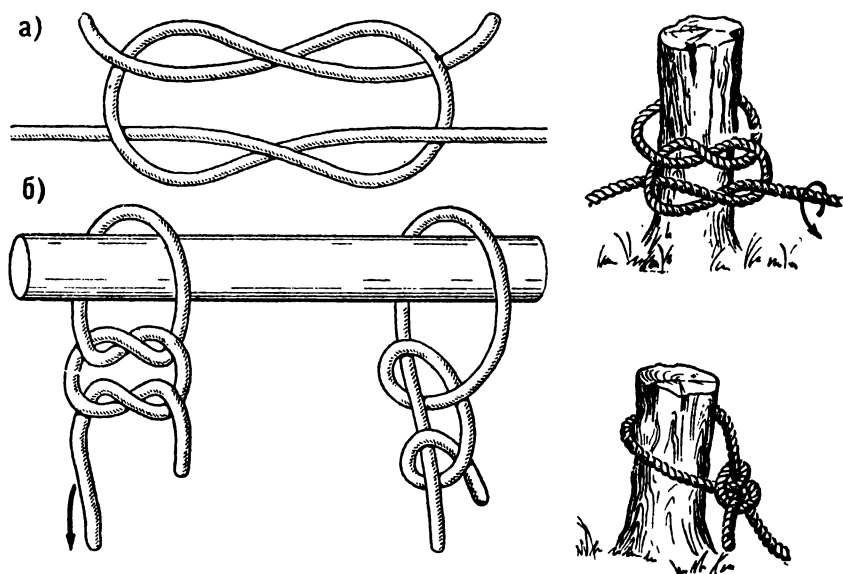

Рис. 23. Бабий узел:
**Бабий узел** (рис. 23). Оговоримся заранее, что этот узел автор поместил в книге умышленно, в качестве примера для объяснения принципа других морских узлов.